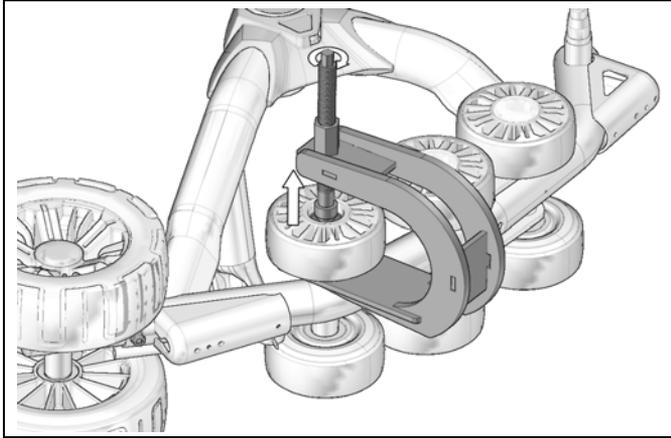

Abbildung 38
- Platzieren Sie den Abzieher wie in Abbildung 38 dargestellt unter dem Rad. Dann die Gewindestange drehen, um das Rad abzuziehen.